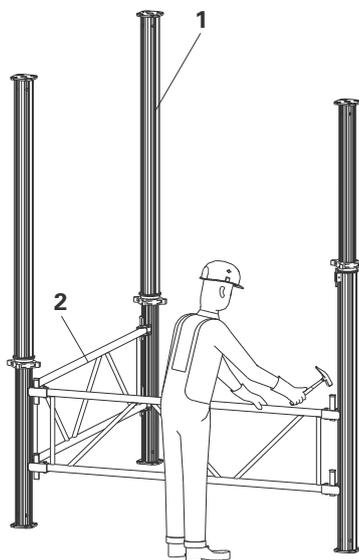

Fig. 4
Rammene MRK (2) plasseres alltid slik på støttene at kilen slås ned ovenfra. (Fig. 4)